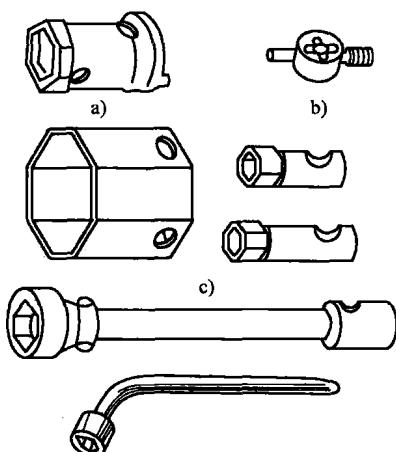

图 1-3 套筒扳手
(3) 套筒扳手（见图1-3） 其材料、环孔形状与梅花扳手相同，适用于拆装位置狭窄或需要一定力矩的螺栓或螺母。套筒扳手主要由套筒头、手柄、棘轮手柄、快速摇柄、接头和接杆等组成，各种手柄适用于各种不同的场合，以操作方便或提高效率为原则，常用套筒扳手的规格是10~32mm。